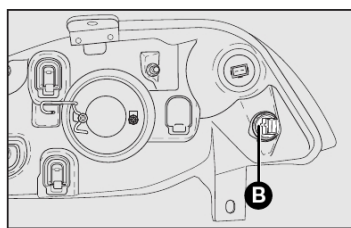

fig. 30
- 1) Retirar o porta-lâmpada **B-fig. 30** girando-o no sentido anti-horário;